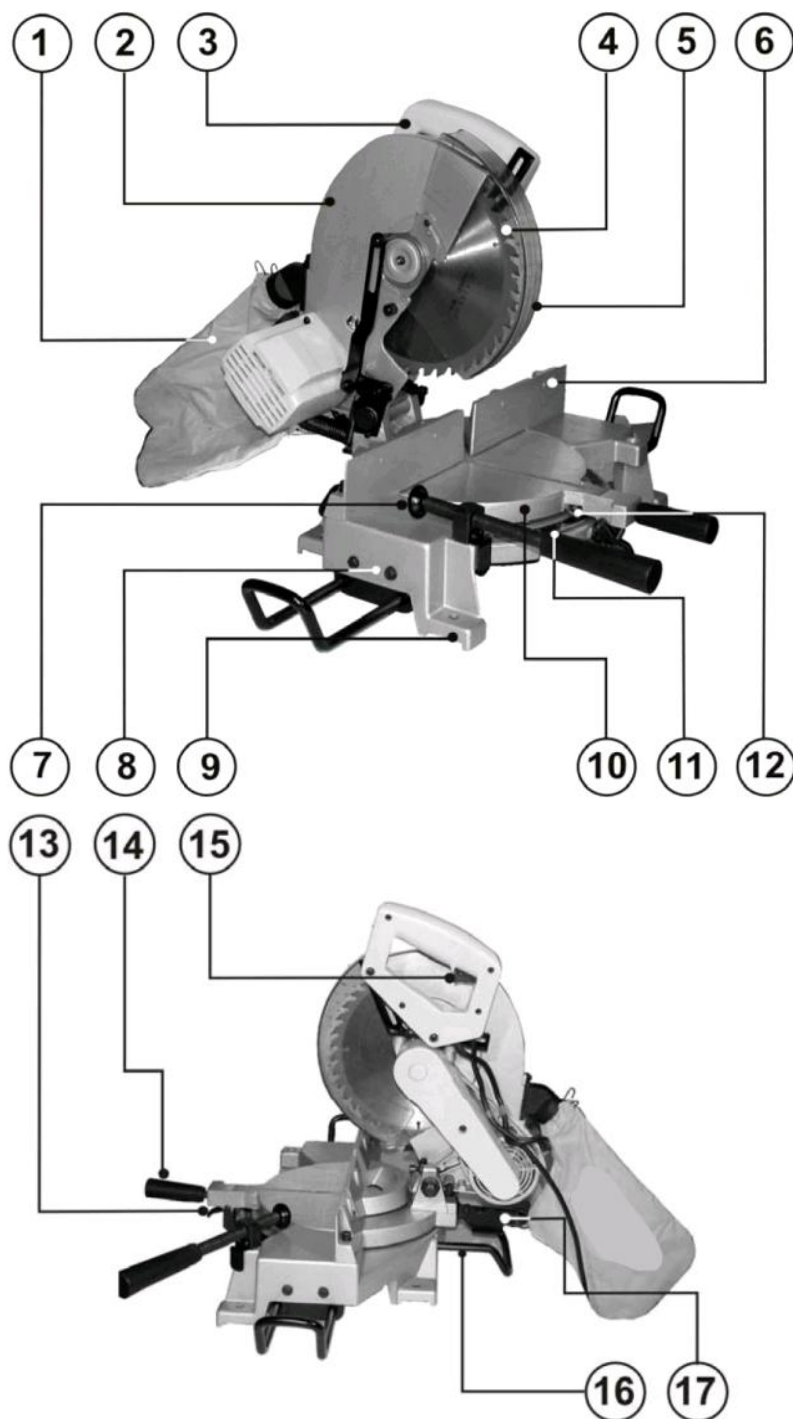
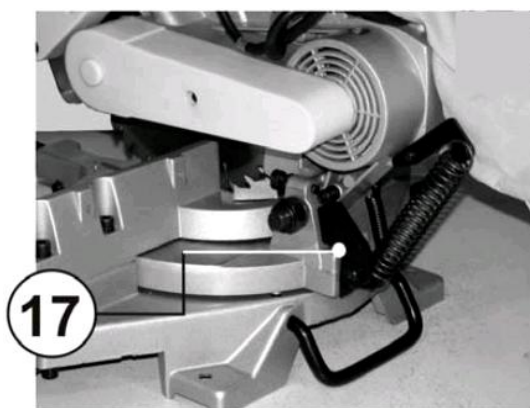

Рис. 1
Рис. 2
- Необходимо исключить возможность скольжения и опрокидывания пилы. Для этого опора (9)(См. Рис.1), имеет четыре крепежных отверстия для фиксации пилы.
- Для большей устойчивости вкрутите четыре через резьбовые отверстия винты и закрепите основание (1) к поверхности рабочего стола или верстака. Обязательно используйте при креплении плоскую и гровер шайбы на каждый болт (не комплектуется).
- Нажмите на рукоятку (3) (См. рис.1) пилы вниз и отведите рычаг (17) (См. Рис.2), в крайнее заднее положение.
- При переноске пилы поднимайте пилу за ручку (16)(См. Рис.1)
- Для пуска пилы, нажмите клавишу пускового выключателя (15)(См. Рис.1).
- Для остановки пилы, отпустите клавишу пускового выключателя (15)(См. Рис. 1).